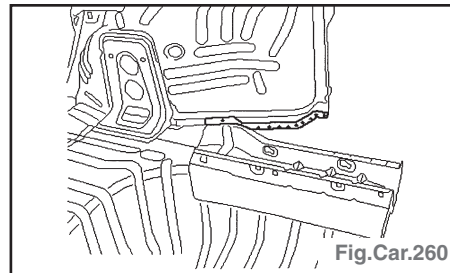

Fig.Car.260
- ligne de coupe préalable (1),
- fraiser les points de soudure (2).
- fraiser les points de soudure (Fig. Car.260).